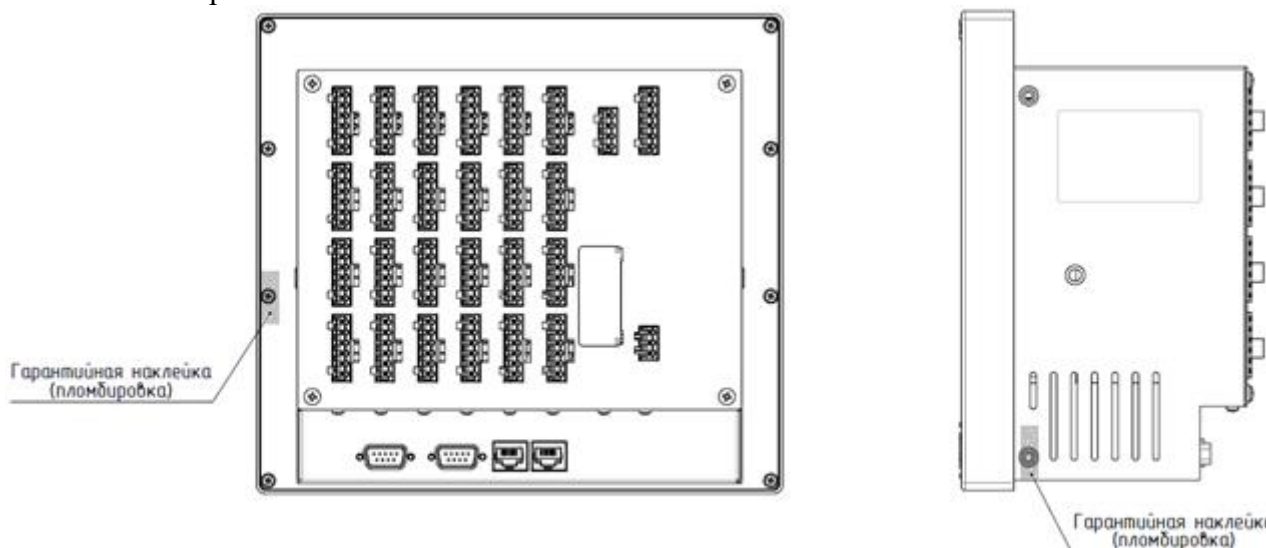

Рис. 1.5 – Пример нанесения пломб на прибор
1.5.5 Регистратор опломбирован на предприятии-изготовителе. Пример пломбирования показан на рис. 1.5.